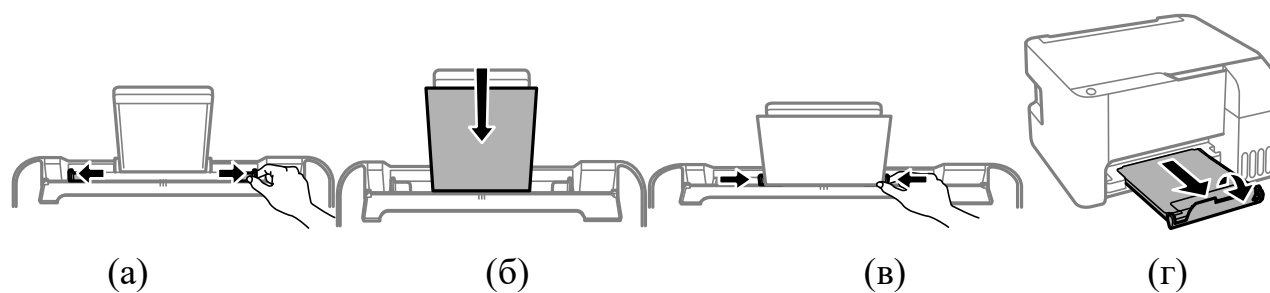

Рисунок 2.6 – Завантаження паперу у задній лоток
- відтягти напрямні із боків до країв (рисунок 2.6.а);
- завантажити лицьовим боком вверх папір по центру пюпітра (рисунок 2.6.б). При цьому не слід перевищувати допустиму кількість аркушів, яка позначається лінією із стрілкою на внутрішній поверхні направляючої;
- перетягти направляючі впритул до паперу (рисунок 2.6.в);
- витягти вихідний лоток (рисунок 2.6.г).